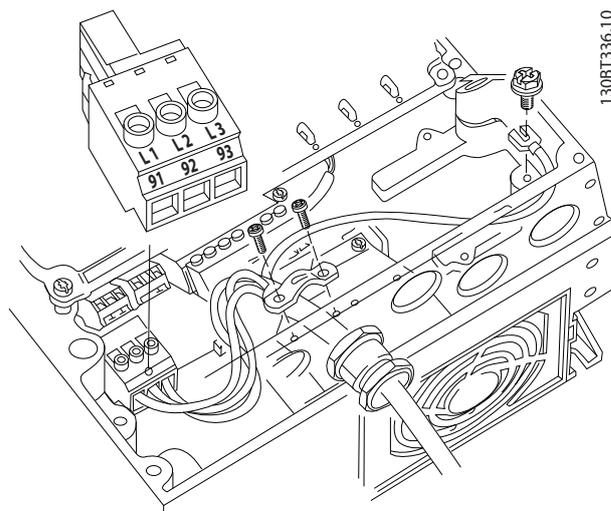

Ilustración 2.12 Conexión a la red de CA
- Conecte el cableado de potencia de entrada de CA trifásica a los terminales L1, L2 y L3 (consulte la *Ilustración 2.12*).